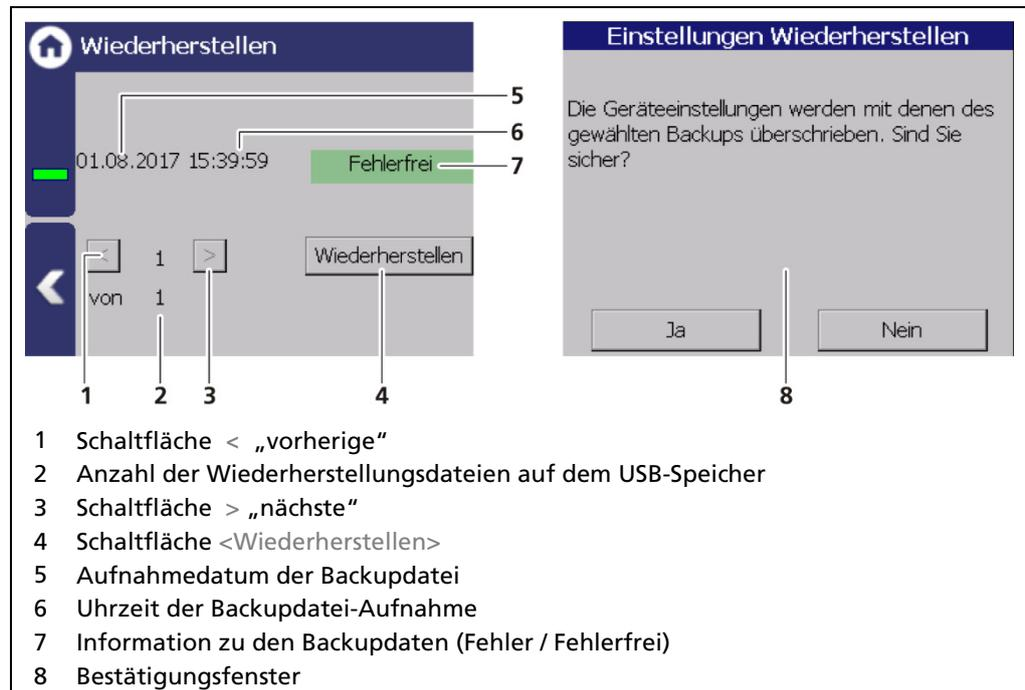

Abb. 133 Restore
2. Wählen Sie die Backup-Datei mit den Schaltflächen (Abb. 133, Pos.1,3)
- ▶ Uhrzeit und Datum (Abb. 133, Pos.5,6) des Backups werden angezeigt. Es können nur fehlerfreie Backup-Dateien (Abb. 133, Pos.7) geladen werden.
3. Klicken Sie auf die Schaltfläche „Wiederherstellen“ (Abb. 133, Pos.4).
4. Eine Bestätigungsmeldung (Abb. 133, Pos.8). erscheint.